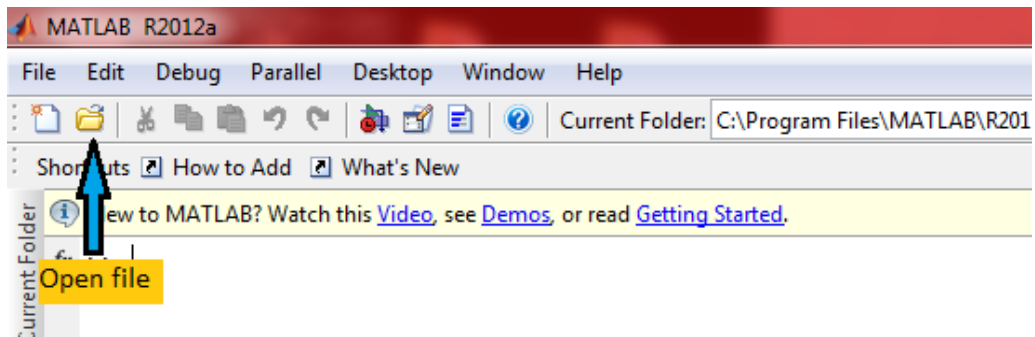

Fig. 1 Carpeta de búsqueda de programas
1. Para poder ejecutar el programa de MATLAB nombrado Dinámico se selecciona en la barra de herramientas la carpeta “abrir archivo” (Open file) como se indica en la Fig. 1.